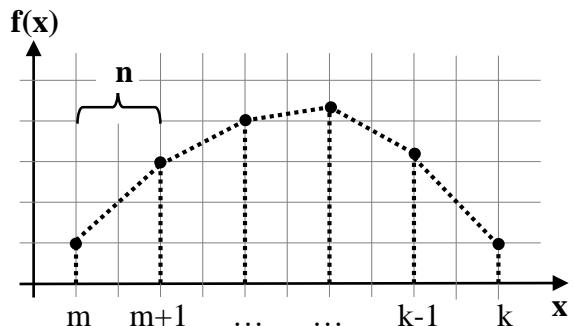

Bild 20: Prinzipskizze zur Trapezregel,
- b) Implementieren Sie eine Funktion **integrieren**, welche das Integral zwischen den Stützstellen k und m mit der Trapezregel berechnet (Bild 20). Dabei wird der Flächeninhalt unter dem Integral durch Trapeze genähert. Die Funktion **integrieren** soll als **Parameter** einen Pointer auf das betreffende Listenelement sowie die Indices m und k des Geschwindigkeitsarrays übergeben bekommen. Der Rückgabewert ist der Wert des Integrals vom Typ double. Der Stützstellen-abstand n beträgt gemäß Aufgabe 0.001.